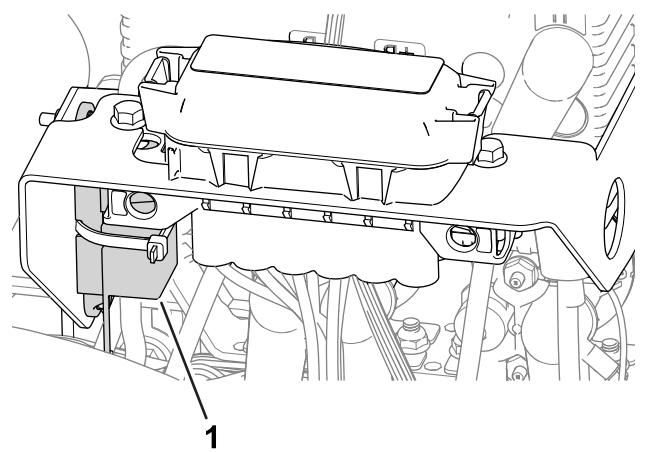

Bild 59
- Die Sicherung für den linken Radmotor (60 A) befindet sich unter der Abdeckung auf der linken Seite der Maschine, in der Nähe der Sicherungen des Spindelantriebskreises (Bild 59).